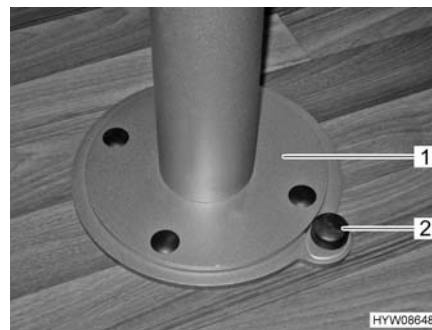

Fig. 51 Sbloccaggio dispositivo di rotazione piede del tavolo
- Spingere verso il basso il bottone (Fig. 51,2) del bloccaggio.
- Ruotare il piede del tavolo con il piano del tavolo (Fig. 51,1) nella posizione desiderata.